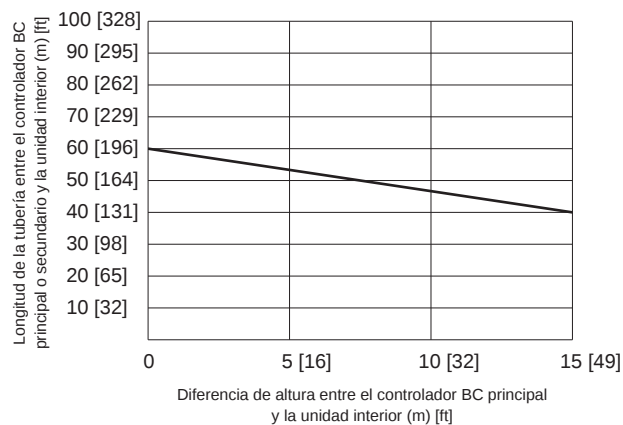

Fig.1
*2 Consulte la Fig. 1. (Sin embargo, cuando están conectados los modelos de unidad interior P72 o P96, la distancia máxima permitida entre el controlador BC y la unidad interior más alejada es de 40 m [131 ft].)
*3 Cuando la longitud de la tubería o la diferencia de altura excede la restricción especificada en la Fig. 1, conecte un controlador BC secundario al sistema. La restricción de un sistema con un controlador BC secundario se muestra en la Fig. 2. Cuando una configuración de sistema determinada cae dentro del área sombreada en la Fig. 2, aumente el tamaño de la tubería de alta presión y la tubería de líquido entre el controlador BC principal y el secundario una talla. Cuando se utilizan los modelos de unidades interiores P12, P15, P18, P36 o P48, aumente el tamaño de la tubería de líquido bifurcada entre el controlador BC secundario y la unidad interior una talla. Cuando utilice el modelo P54 o un modelo de unidad interior más grande, no puede superar la restricción que se muestra en la Fig. 1.
*12 El controlador BC secundario no se puede utilizar en (B).
***3** Cuando la longitud de la tubería o la diferencia de altura excede la restricción especificada en la Fig. 1, conecte un controlador BC secundario al sistema. La restricción de un sistema con un controlador BC secundario se muestra en la Fig. 2. Cuando una configuración de sistema determinada cae dentro del área sombreada en la Fig. 2, aumente el tamaño de la tubería de alta presión y la tubería de líquido entre el controlador BC principal y el secundario una talla. Cuando se utilizan los modelos de unidades interiores P12, P15, P18, P36 o P48, aumente el tamaño de la tubería de líquido bifurcada entre el controlador BC secundario y la unidad interior una talla. Cuando utilice el modelo P54 o un modelo de unidad interior más grande, no puede superar la restricción que se muestra en la Fig. 1.